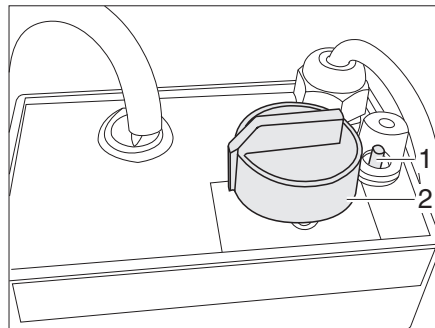

Fig. 217 Régulateur du chauffage électrique du plancher
- Tourner le bouton tournant (Fig. 217,2) sur la température souhaitée.
- Tourner le bouton tournant (Fig. 217,2) sur la position "0".
Quand le régulateur est surchargé, la protection contre les surcharges se déclenche. La goupille (Fig. 217,1) sort de son logement.
- Enfoncer la goupille (Fig. 217,1) de la protection contre les surcharges, une fois que le régulateur est refroidi.